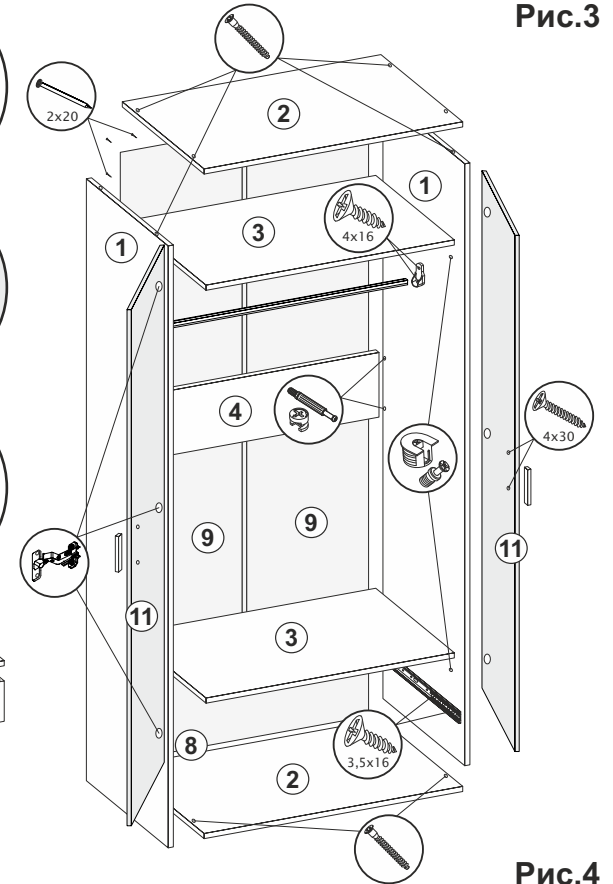

Рис.3
- 2.1 К боковинам (1) прикрутить направляющие шурупами 3,5x16 (рис.3).
- 2.2 Эксцентриками соединить боковины (1) с планкой (4), затем монтировать крыши (2), используя еврошурупы (рис.3).
- 2.3 С помощью эксцентриков D-20 скрепить стяжки (3) с боковинами (1) (рис.3).
- 2.4 Замерить диагонали секции (они должны быть равны: +/- 2 мм). Прибить гвоздями 2x20 заднюю стенку, состоящую из ХДФ (8,9), соединительной планки и соединителей ДВП/ХДФ. ХДФ (9) к планке (4) прибить гвоздями 1,6x16 (рис.3).